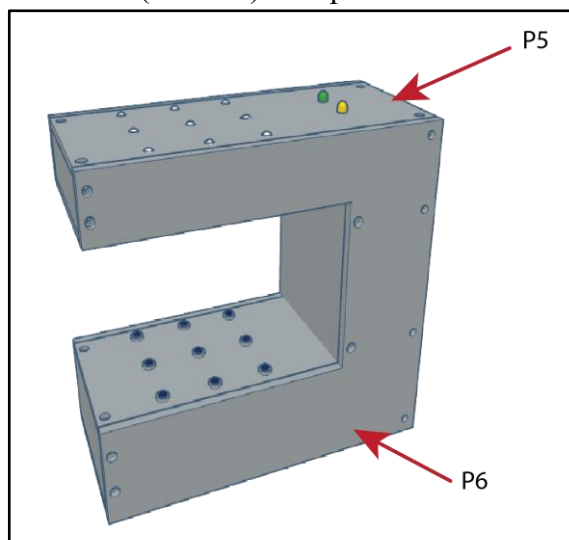

Рисунок 34. Готовый РетнаБокс
- e. Соедините детали P5 и P6 (**Рис. 34**). Сборка РетнаБокс завершена!